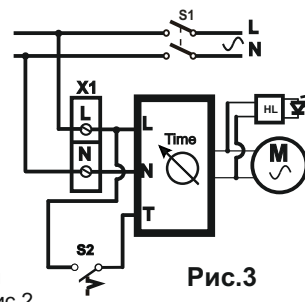

Рис.3
4. Подключить сетевые провода 2 согласно электрической схеме(рис.3), монтажной (рис.2):